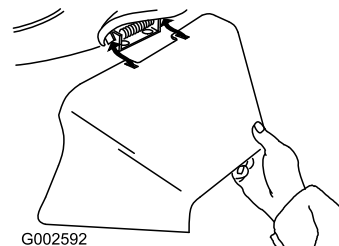

Figure 26
3. Montez l'éjecteur latéral et rabattez le volet sur l'éjecteur (Figure 26).